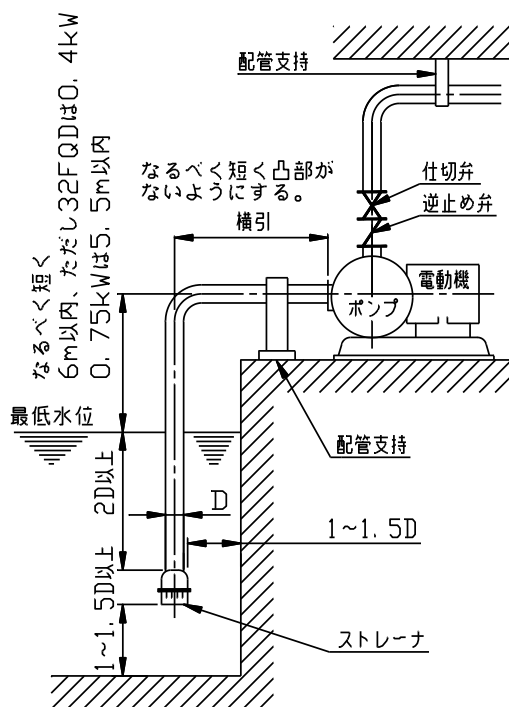

図2
- (1) ポンプは図2に示す要領で据付けてください。
- (2) ポンプに吸込配管、吐出し配管の荷重がかからないように配管してください。
- (3) 配管が長い場合、実揚程が高い場合、自動運転の場合、圧力タンクへの送水および2台以上のポンプを並列運転する場合には必ず逆止め弁を取り付けてください。逆止め弁は、ポンプ本体と吐出し弁の間に取り付けてください。
- (4) 装置上どうしても空気だまりが避けられない箇所には空気抜き弁を取り付けてください。ただし、吸込配管などで負圧になる所には取り付けしないでください。逆に空気を吸い込みます。
- (5) ポンプは配管系の凸部に設置しないでください。(運転中ポンプ内部に配管中の空気または温水による蒸気が集中しやすく空運転の原因となります。)
- (6) 配管を保温する場合、電動機部は絶対に保温を避けてください。
- (7) 熱源の近くにポンプを据付ける場合、熱源からの熱がポンプに伝わらないようにしてください。
- (8) 温水循環用で配管系が密封サイクルの場合は、膨張タンク、安全弁などを設けてください。
- (9) 水撃(ウォーターハンマ)がおこる危険性のある場合は、急閉逆止め弁を設けるなどの対策を施してください。
- (10) 吸込配管の末端は管径(直径)の2倍以上深く、底より1~1.5倍以上はなしてください。
- (11) 吸込配管の末端は、異物などを吸い込まないようストレーナを取り付けてください。